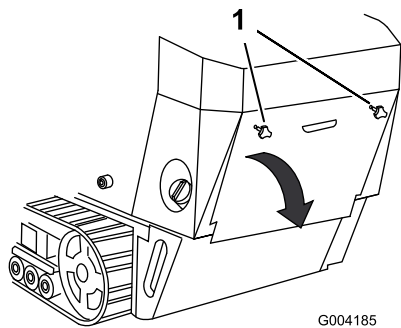

Figure 24
2. Basculez le couvercle d'accès arrière vers le bas et déposez-le pour accéder aux composants internes (Figure 24).